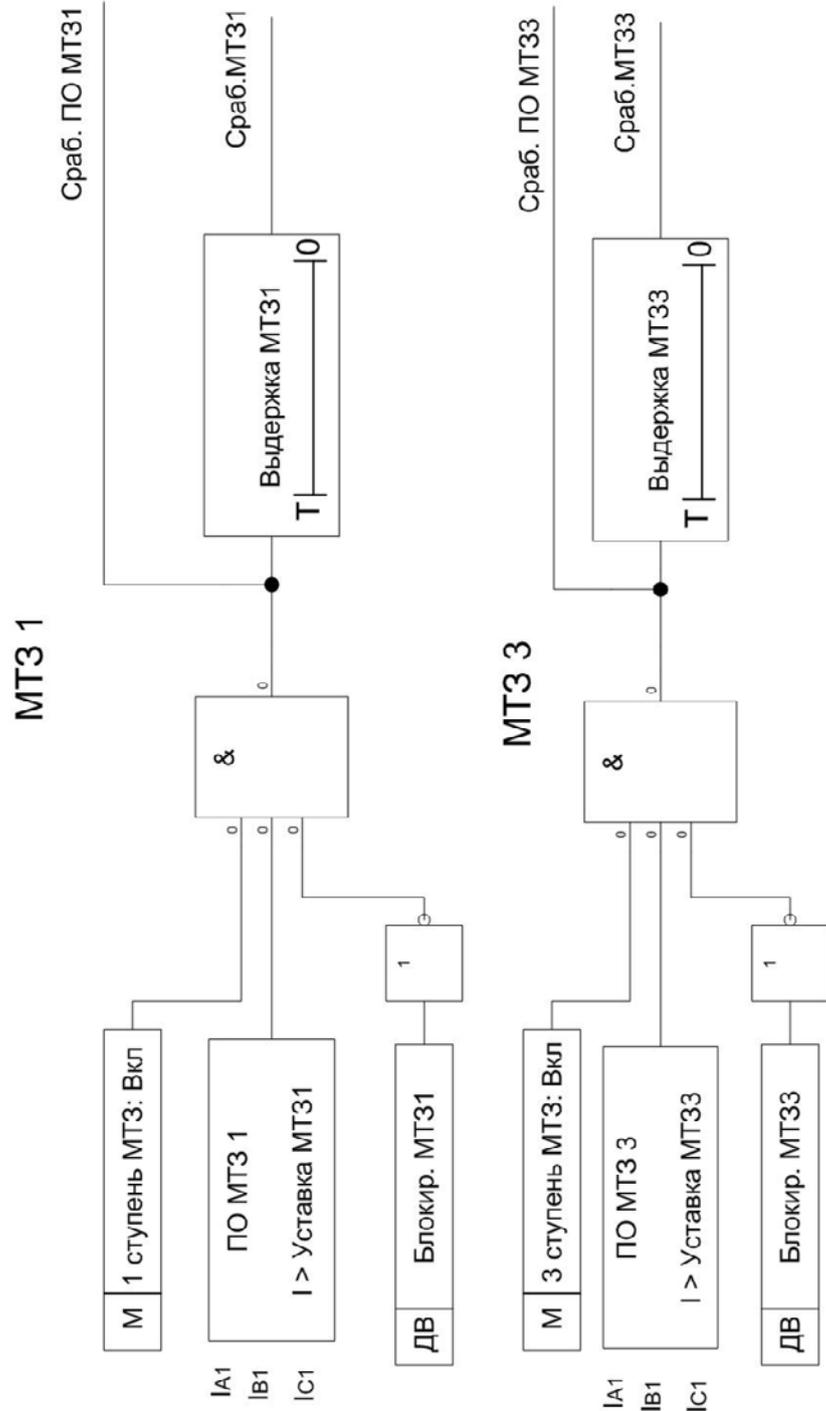

Рис. 3.4 Первая и третья ступень МТЗ
3.2.12. Функциональная схема МТЗ показана на рис. 3.4 и 3.5. На функциональной схеме присутствуют следующие обозначения: